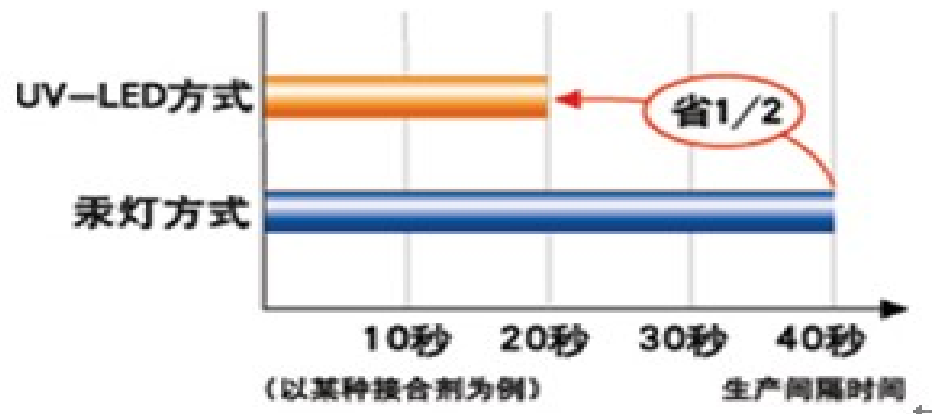

图 3. LED-UV 方式与传统汞灯 UV 方式生产效率对比图
④ 超强照度
- 采用大功LED芯片和特殊的光学设计，使紫外光达到高精度、高强度照射；紫外光输出达到 $8600\text{mW}/\text{m}^2$ 的照射强度。采用最新的光学技术和制造工艺，实现了比传统汞灯照射方式更加优化的高强度输出与均匀性，几乎是传统UV汞灯方式照射光度的2倍，使UV油墨、UV涂料、UV胶粘剂更快固化，缩短了生产时间，大幅度提高了生产效率（如图3）。